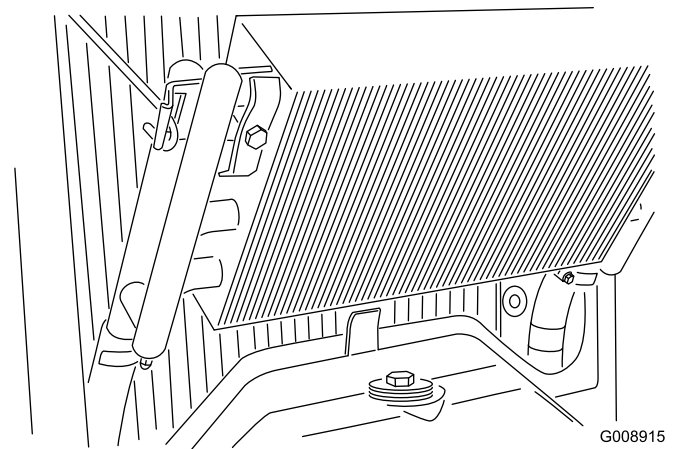

Figura 51
3. Sbloccate il radiatore dell'olio e giratelo indietro (Figura 51). Pulite accuratamente con acqua o aria compressa entrambi i lati dell'area del radiatore dell'olio e del radiatore. Riportate il radiatore dell'olio nella posizione originale.